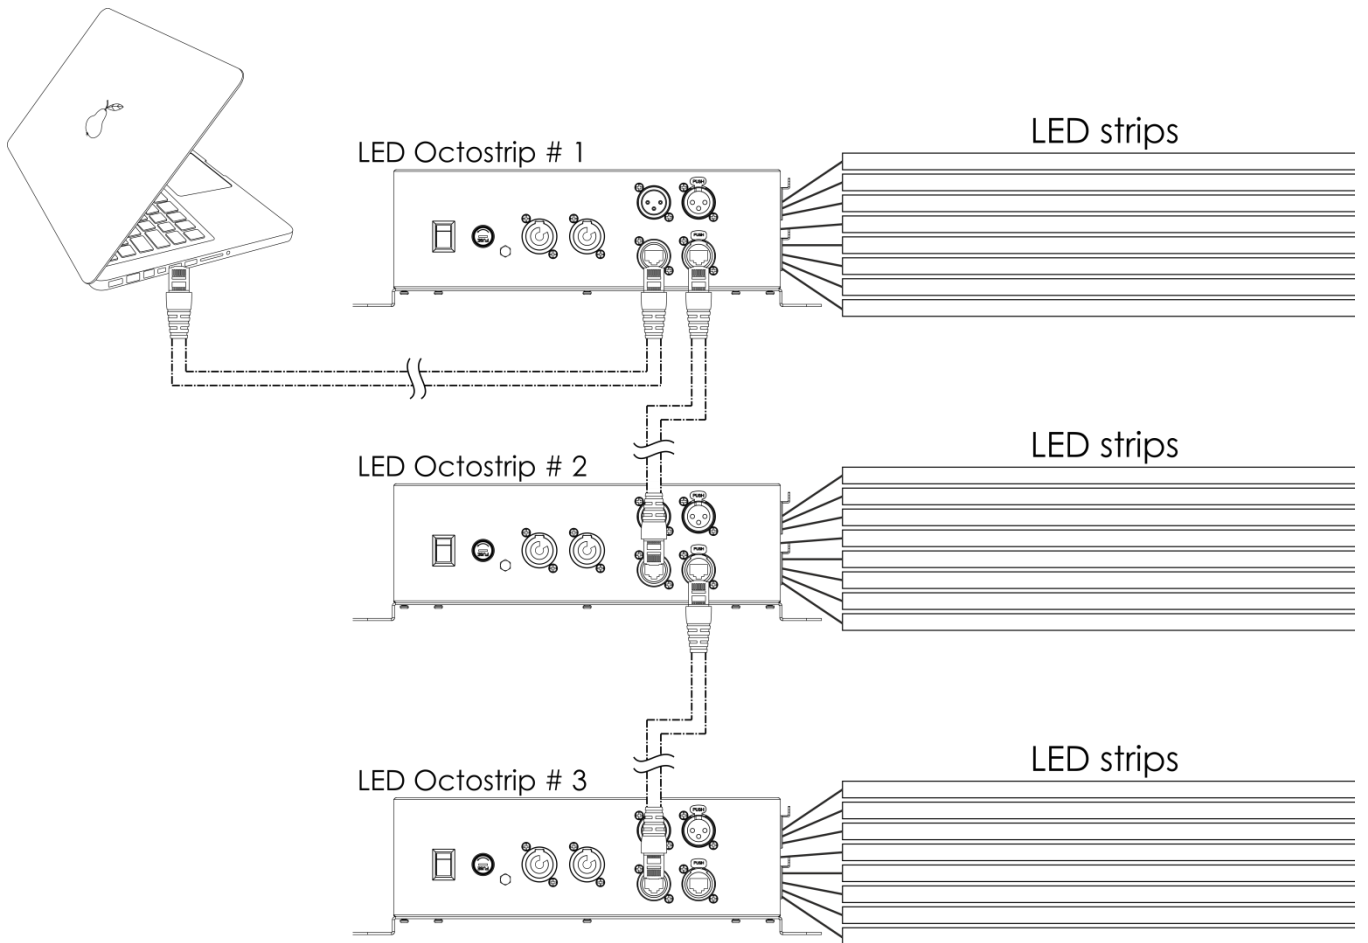

Abb. 06
- 04) Verbinden Sie die Geräte wie in Abb. 06 abgebildet. Schließen Sie den RJ45-Ausgang des ersten Octostrips mit einem CAT5/CAT6-Kabel an den Eingang des zweiten Geräts an. Wiederholen Sie diesen Vorgang, um das zweite, dritte und vierte Gerät ebenfalls zu verbinden.